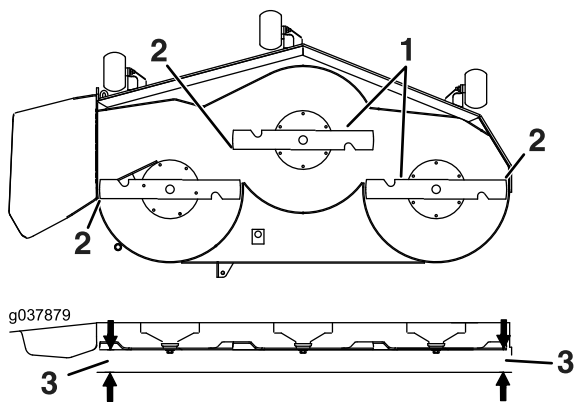

Figura 94
6. Mida entre la punta de la cuchilla y la superficie plana (Figura 94). Si ambas mediciones no están dentro de los 5 mm (3/16"), ajuste la nivelación; siga con este procedimiento.
14. Gire cuidadosamente las cuchillas colocándolas perpendicularmente al sentido de avance de la máquina (Figura 94).